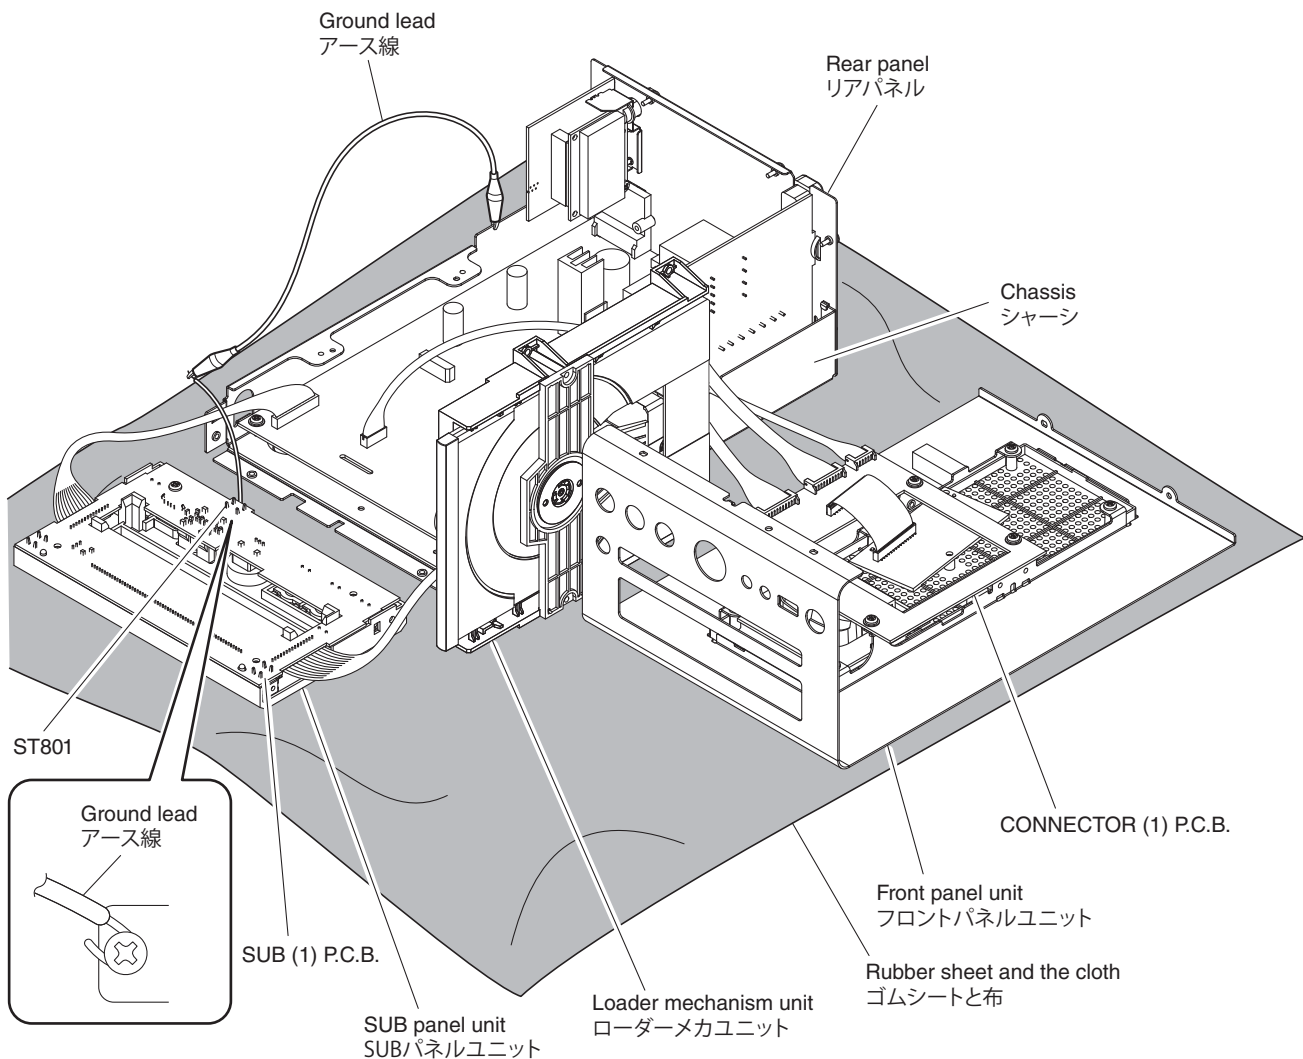

Fig. 4
- Spread the rubber sheet and the cloth. Then place this unit on the cloth and check it. (Fig. 4)
- Connect the ground point (ST801) of the SUB (1) P.C.B. to the chassis with a ground lead or the like. (Fig. 4)
- ゴムシートと布を敷き、その上に本機を置いてチェックします。(Fig. 4)
- SUB (1) P.C.B. のアース (ST801) をアース線等でシャーシに接続してください。(Fig. 4)